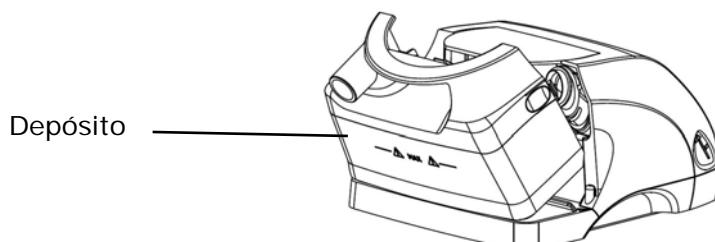

Figura 9 - Balanceo del depósito
2. Balancee el depósito hacia atrás tal como se muestra en la Figura 9. Quite el depósito del equipo.